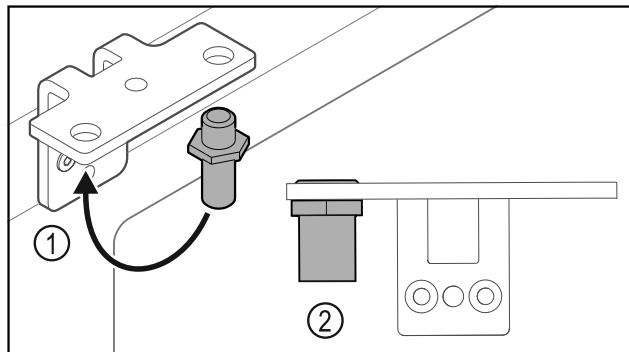

Fig. 20
- ▶ Prestavite sornik v kotniku tečajev vrat Fig. 20 (1).
- ▶ Sornike Fig. 20 (2) zategnite **z zateznim momentom 12 Nm**.